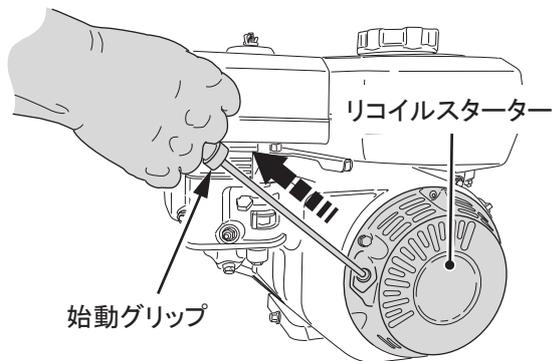

図 15
5. リコイルスターターの始動グリップを握り、少し引くと重くなる場所(圧縮点)があります。そこから勢い良く引張ってください。この時、ロープを引張りすぎるとロープが切れたり抜けてしまう恐れがありますから注意してください。(図15)